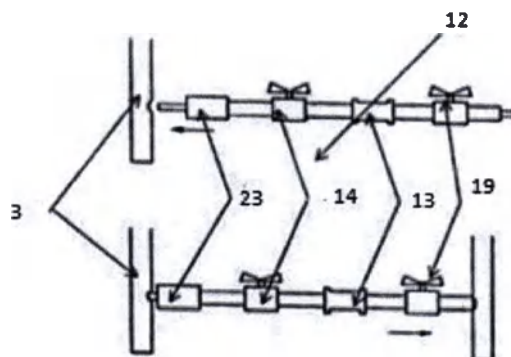

Рис.2
- 1.4. Установка направляющих для ног (рис.2). На направляющую 16 наденьте втулку с ремнем 13, два ограничителя (с левой и правой стороны втулки) 14 и зафиксируйте стопорами 19. Стопор 23 завинтите до конца резьбы. Конец направляющей с резьбой вставьте в отверстие, расположенное на передней стойке 3 до касания стопором. Вставьте другой конец направляющей в отверстие на задней стойке 4 до упора. Стопором 23 зафиксируйте направляющую. Повторите данные операции со второй направляющей.